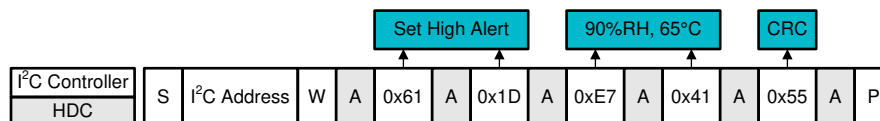

图 8-27. I²C 命令序列：Set High Alert 为 90% RH、65°C 的示例编程
- a. 图 8-27 说明了发送到 HDC302x 的适当命令。